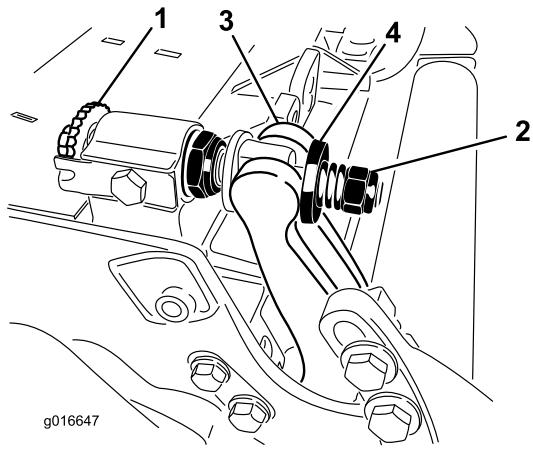

図 30
- ベッドバー調整ネジ図30を左に回してベッドナイフとリールの接触をなくす。
- スプリングテンション・ナットをゆるめて、ワッシャがベッドバーを全く押さないようにする図30。